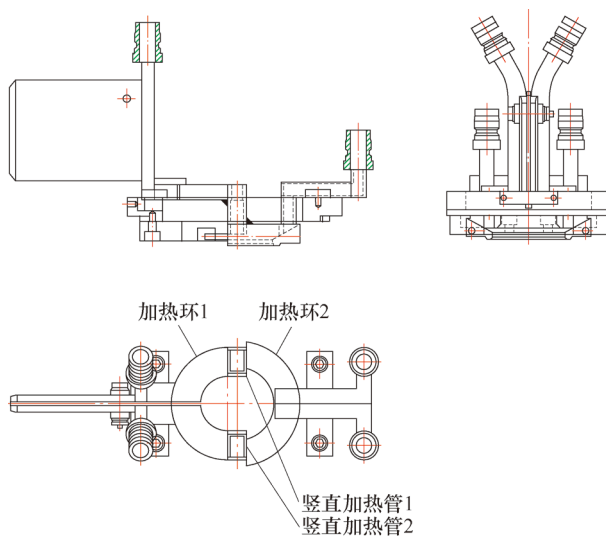

图3 外圆感应器示意
(1) 有效圈设计 图3所示为外圆感应器，有效圈设计一般会采用加热环1、加热环2车加工后，与竖直加热管1、竖直加热管2焊接组合而成。
(1) 感应器定期校正 即使线圈有效圈加强（见图3），但感应器在加热过程中，线圈与工件之间仍存在很大的磁场力，线圈依然会变形，从而导致产品不合格或损坏感应器，为了避免这种风险，需要定期用标准的模具对有效圈进行校正。
(2) 定期清理有效圈氧化皮和油污 由于感应器长期使用后，氧化皮、油污黏结在感应器表面，会降低感应器的效率，增加感应器与工件放电打火的风险，因此必须定期清理。
(3) 定期对感应器安装座进行清洁处理 感应器工作环境恶劣，周围温度较高，湿度较大，不可避免地有油污、异物黏结在感应器底座上，会造成感应器接触不可靠，感应器与接触导电板之间放电，损坏感应器。因此，要定期清理感应器底座的异物，确保导电可靠。
(4) 定期更换导磁体 感应器上镶嵌的导磁体，一般有硅钢叠片、铁氧体导磁体、可加工导磁体，提高其使用寿命的途径就是不超过其使用温度。